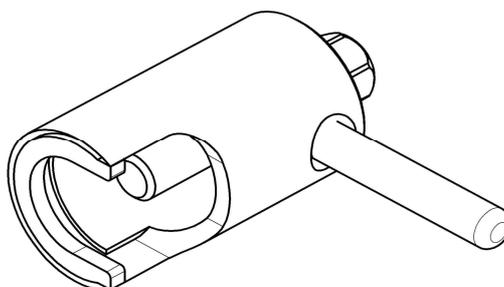

Рис. 6 Съемник крыльчатки.
4. Снять крыльчатку при помощи специального съемника (см. рис. 6)